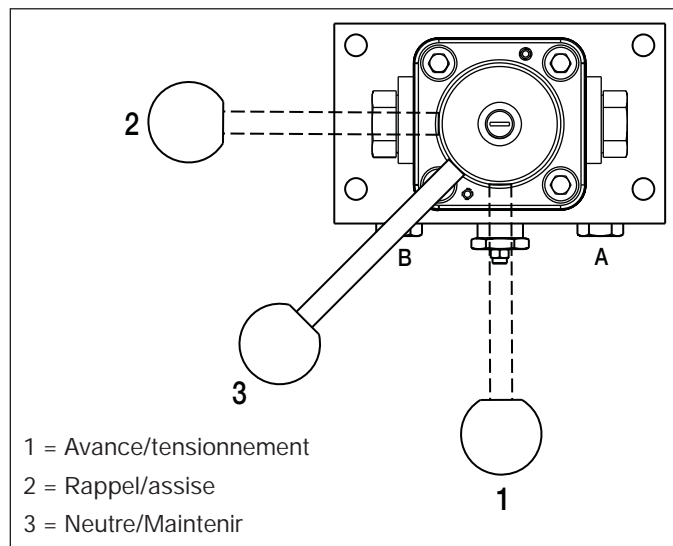

Figure 10, positions de la poignée de soupape
4. Faire tourner la soupape de commande en position neutre/maintenir (« 3 ») (voir la figure 10 pour les positions de la poignée).
Régler la pression de la soupape de limitation de pression tel que décrit dans les procédures suivantes. Voir les figures 10 et 11.
4. S'assurer que la poignée de la soupape de commande est en position neutre/maintenir (« 3 ») (voir la figure 10 pour les positions de la soupape).